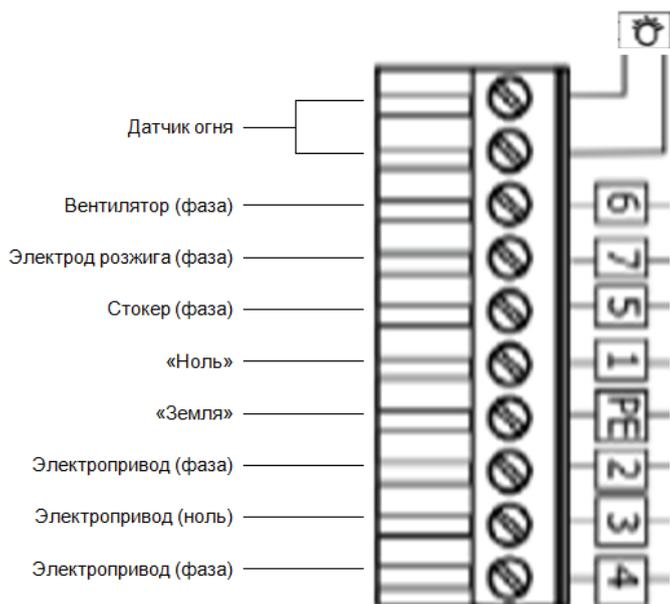
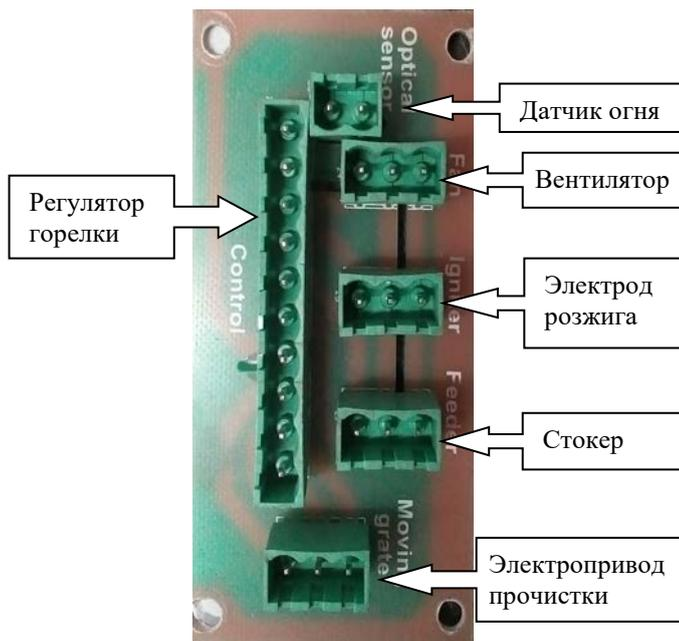

Рис.4 Схема подключения горелки
Рис.5 Разъемы монтажной платы горелки
7.3. Для работы горелки требуется соединение электрической цепи горелки с помощью 10-ти контактного разъема с электрической цепью регулятора горелки путем подсоединения соответствующих (промаркированных) проводов к контактам регулятора. Схема подключения регулятора горелки приведена в инструкции по монтажу и эксплуатации регулятора горелки. Схема подключения горелки изображена на рис.4, разъемы монтажной платы горелки – на рис.5.